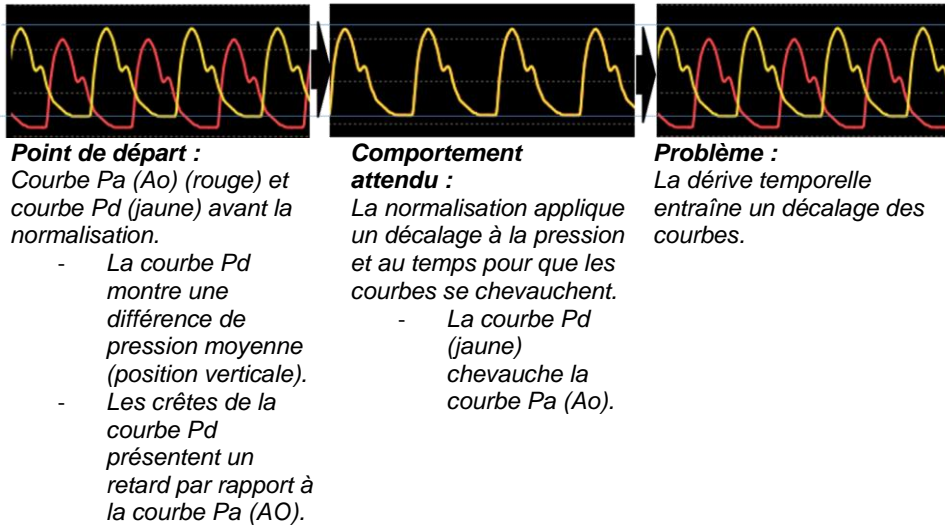

Figure 1 – Problème de normalisation des courbes Pa (Ao) (rouge) et Pd (jaune)
- Retard de la courbe Pd par rapport à la courbe Pa qui augmente au fil du temps (“dérive”). La dérive diminue progressivement vers zéro, ce qui finit par entraîner une dérive constante entre la courbe Pa et la courbe Pd (voir la figure 1 ci-dessous).